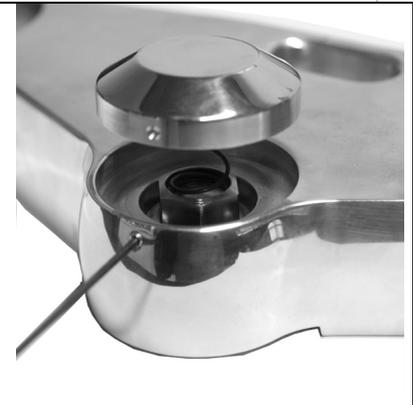

Abb. 3 Deckel Steuerkopf
- 10 – Bei Classic Style Feder + Aludeckel mit Stiftschraube (Ifd. 25, 7, 19) in Steuerkopf mont. **siehe Abb. 3**